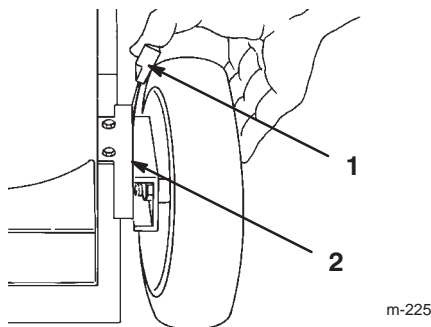

Bild 16
3. Stellen Sie alle vier Räder auf die 70 mm Schnitthöheneinstellung ein (Bild 16).
3. Drücken Sie die Höheneinstellung in Richtung des Rades (Bild 16) und bewegen sie in die gewünschte Einstellung.